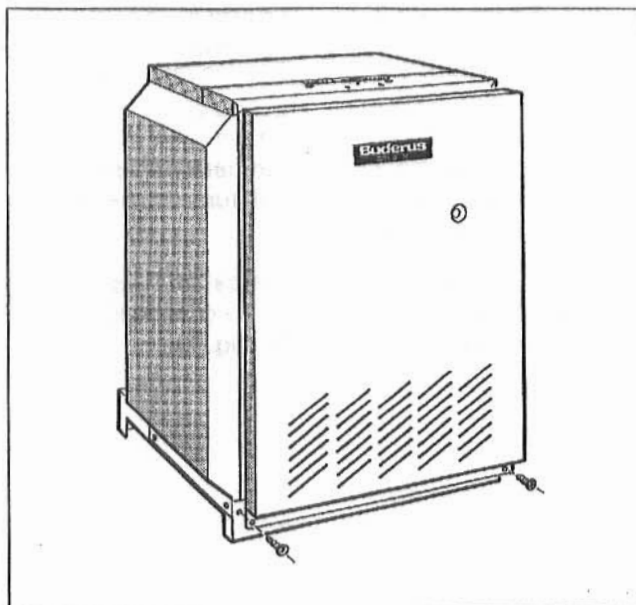

Fig. 4: Scoaterea peretelui frontal al cazanului
- Se scot șuruburile de siguranță de jos de la peretele frontal al cazanului. (Fig. 4).
- Se ridică și se scoate drept înainte peretele frontal (Fig. 4).